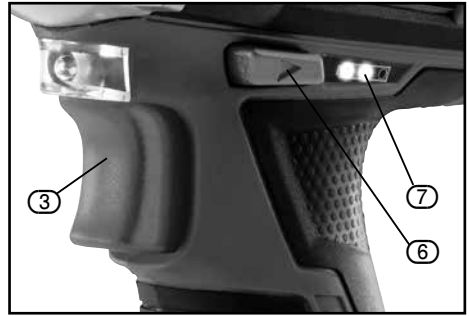

FIG. 3
8.3 VARIABLE SPEED TRIGGER – FIG. 3
8.4 BATTERY PACK CHARGE STATUS – FIG. 3